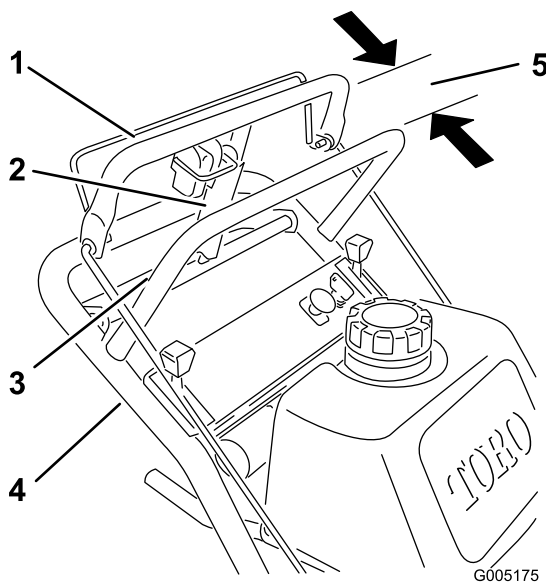

Figure 40
1. Vérifiez l'espace entre la barre de commande supérieure et la barre fixe quand la transmission aux roues est complètement embrayée. Il doit être de 25 à 32 mm (1 à 1-1/4") environ (Figure 40).